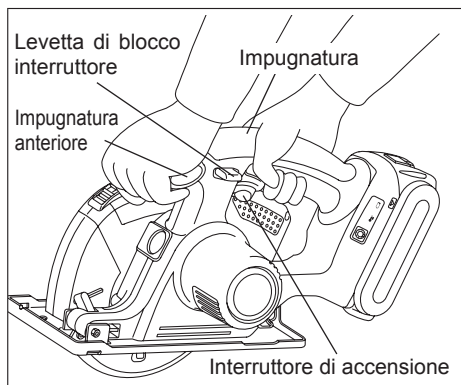

Fig. 8
Tenere l'attrezzo con ambedue le mani. (Vedere la fig. 8) Non tentare di togliere il materiale tagliato mentre la lama è ancora in movimento.
- Afferrate sempre il manico con una mano e l'impugnatura frontale con l'altra mano. (Vedere la fig. 8) Afferrate in modo ben saldo e premete la levetta in modo completo.